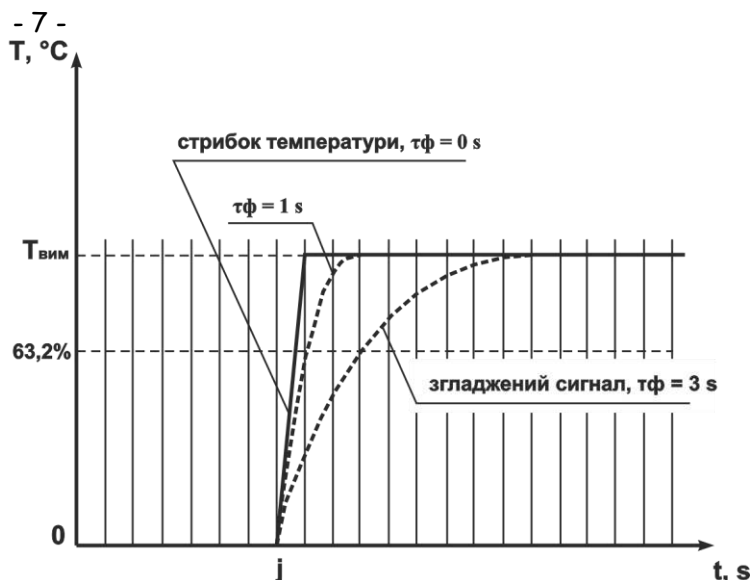

Рисунок 3.6
3.2.4.2 Цифровий фільтр усуває шумові складові сигналу, здійснюючи його експоненціальне згладжування. Основною характеристикою експоненціального фільтра є **τф** – постійна часу цифрового фільтра, параметр **Ft1 (Ft2, Ft3, Ft4)** – інтервал, протягом якого температура досягає **63,2%** виміряного значення $T_{вим}$ (рисунок 3.6).